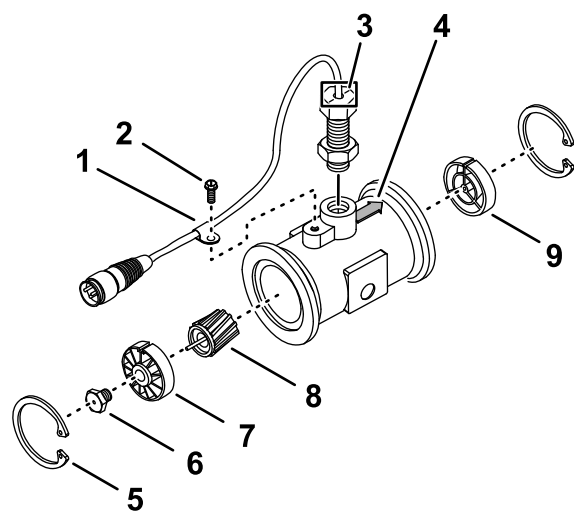

Figure 206
3. Retirez le circlip en amont (Figure 206).
7. Installez le capteur jusqu'à ce qu'il touche à peine le bas du logement, puis reculez le capteur jusqu'à ce que les repères d'alignement soient parallèles à la flèche de sens d'écoulement sur le corps à bride (Figure 206).